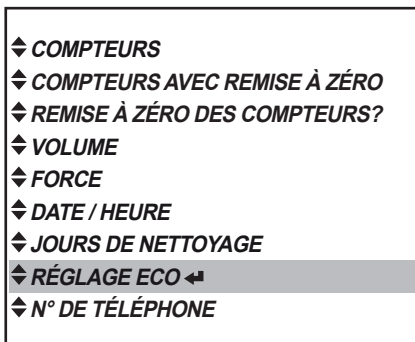

Fig. 39
- Appuyez sur la touche d'entrée ◀, pour afficher le menu « RÉGLAGE ECO » (fig. 39).